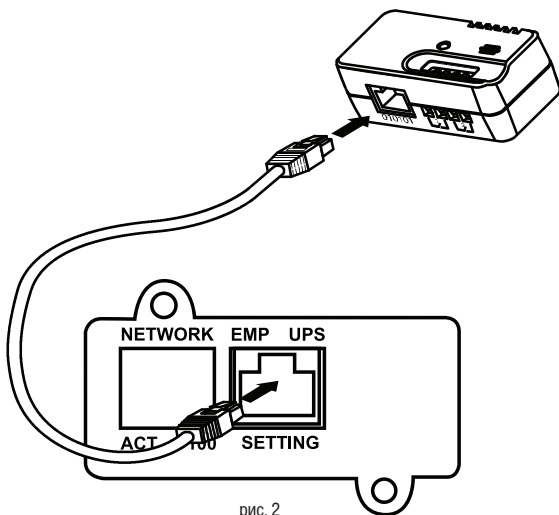

рис. 2
4. Подключите один конец соединительного кабеля (входит в комплект поставки) к разъему ДПВС, другой конец подключите к соответствующему разъему карты SNMP (маркированному «EMP/UPS/SETTING» (см. рис. 2).